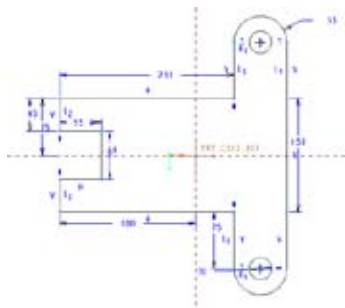

图3-108 绘制草绘截面
- 03 系统进入草绘环境。单击【草绘】选项卡中的【圆心和点】按钮和【线】按钮，绘制拉伸截面，如图3-108所示。单击选项卡中的【确定】按钮.